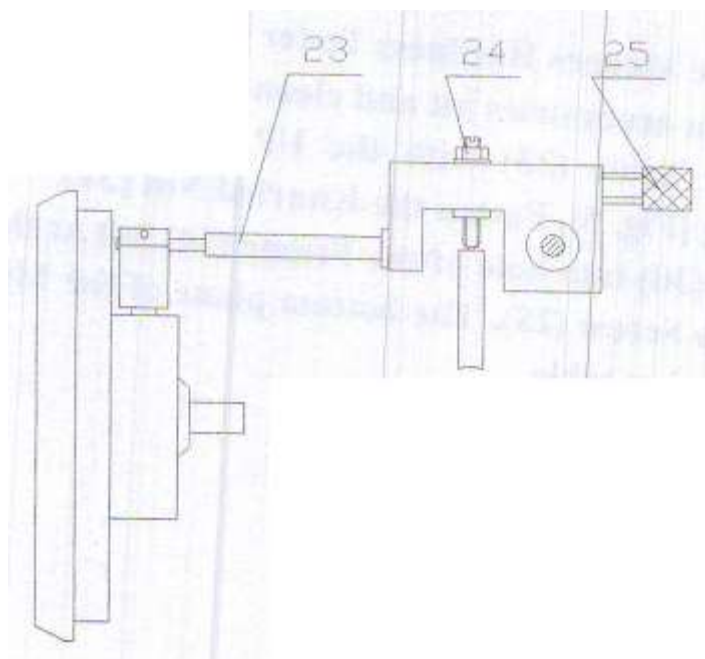

Рис. 4
После того как твердомер правильно размещен, откройте верхнюю крышку (1) и заднюю крышку (2). Развяжите крепления (рис.4) на шатуне (23) и все хомуты на движущихся частях, затем установите крышки на место.
4.4 Настройка значений твердости по шкале Роквелла (рис.4)